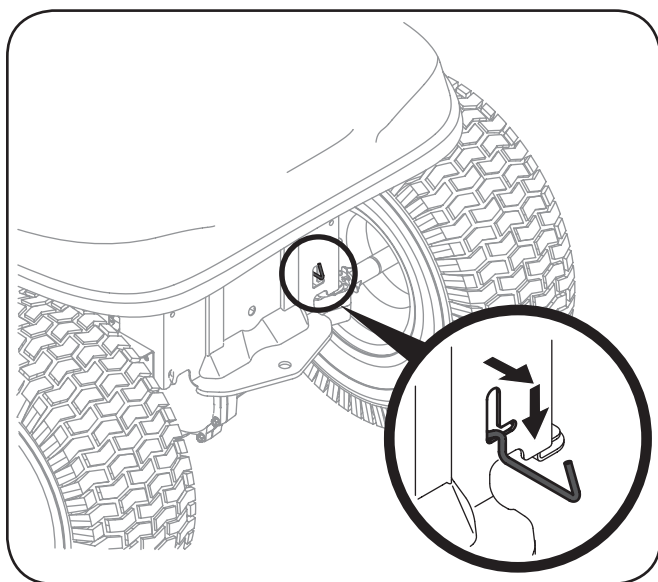

Figura 5-2
2. Busque la barra de derivación hidrostática en la parte trasera del tractor. Véase la Figura 5-2.